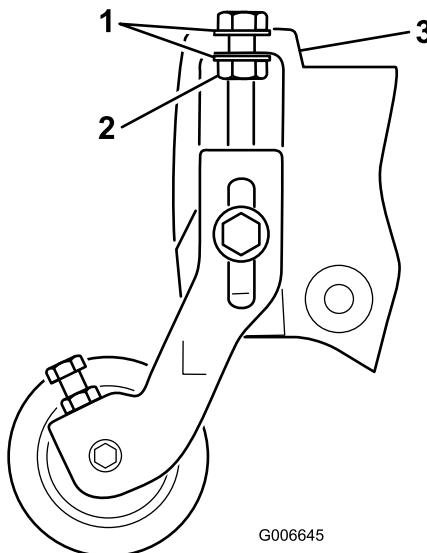

图4
注意: 剪草高度调节螺栓的垫圈必须放置在侧板法兰的两侧 (图4)。
10. 拧紧剪草高度调节螺栓上的锁紧螺母, 直至垫圈与侧板法兰接触, 然后往回旋转半圈 (图4)。